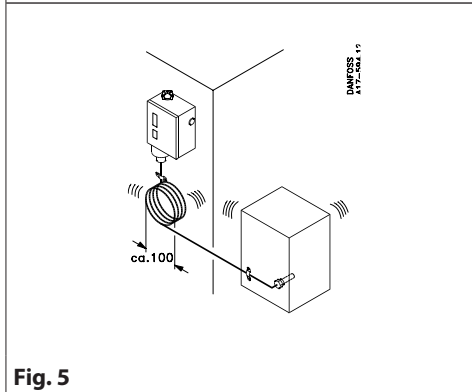
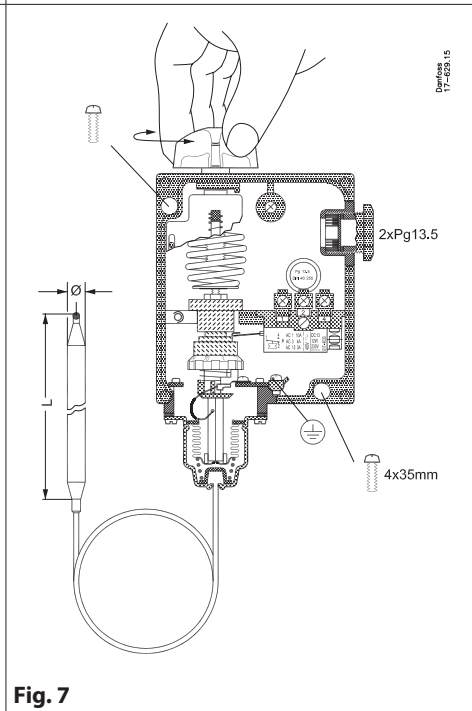
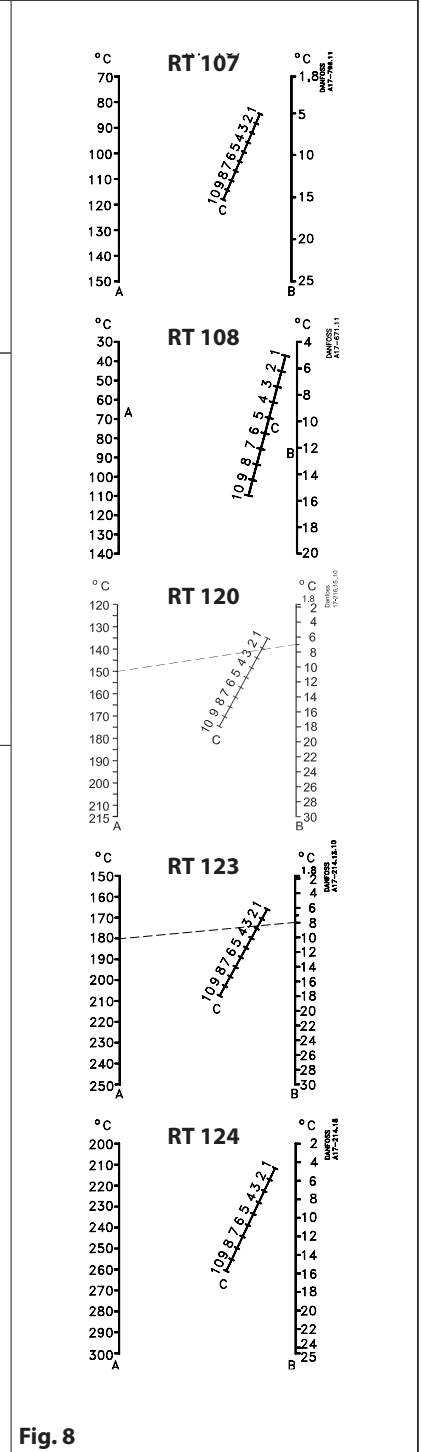

Fig. 5
Fig. 7
Fig. 8
Set the thermostat ( Fig. 7) to the function required (make or break) on falling temperature. Read off the setting on the main scale Fig. 7.
2. Set the thermostat on 180°C with the knob (Fig. 7)
3. Set the differential adjusting nut (Fig. 7) on number 3 which can be found by reading of the nomogram for the RT 123 in Fig. 8
Indstil termostaten (se Fig. 7) til den funktion - slutte eller bryde - som ønskes ved faldende temperatur. Aflæs indstilling på hovedskala Fig. 7.
2. Indstil termostaten på 180°C med håndknappen (se Fig. 7)
3. Indstil differensrullen Fig. 5 på tallet 3 som fremkommer ved aflæsning af nomogrammet for RT 123 i Fig. 8
Der Thermostat (siehe Fig. 7) ist auf die Funktion - Ein oder Aus - einzustellen, die bei abfallender Temperatur gewünscht wird. Die Einstellung ist an der Hauptskala Fig. 7 abzulesen.
2. Der Thermostat ist mit dem Einstellknopf (siehe Fig. 7) auf 180°C einstellen
3. Die Differenzrolle (Fig. 7) ist auf die Zahl 3 einzustellen, die auf dem Nomogramm für RT 123 in Fig. 8 abzulesen ist.
Régler le thermostat (voir Fig. 7) pour la fonction désirée - fermeture ou ouverture du circuit - à température décroissante.
Relever le réglage sur l'échelle principale (voir Fig. 7).
2. Régler le thermostat sur 180 °C au moyen du bouton (voir Fig. 7)
3. Régler le rouleau de différentiel (figure 7) sur le chiffre 3 relevé sur le nomogramme du RT 123 de la Fig. 8